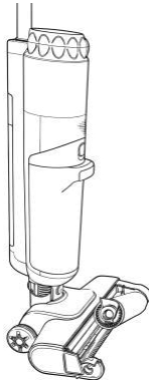

Abb. 10
1. Richten Sie die Nut auf der rechten Seite der Walzenbürste an der Führung in der Bodenbürste aus (Abb. 10).